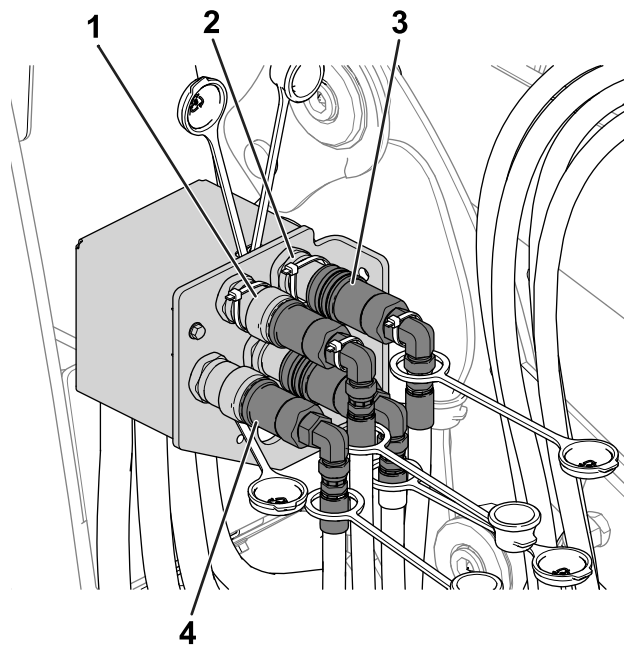

Figura 50
7. Attenersi ai seguenti passaggi per scollegare i giunti idraulici (Figura 50):